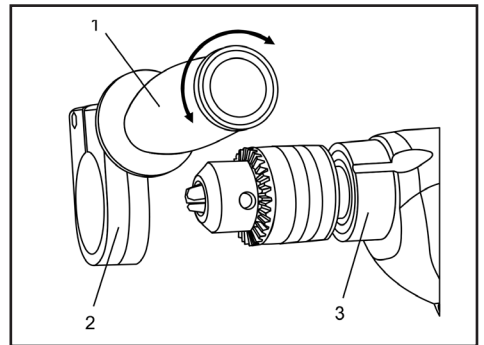

Fig.6
Instale el mango auxiliar (1) para el funcionamiento con dos manos en la broca (Fig.6)' Esto es particularmente importante para perforación en hormigón.
1. Gire el mango auxiliar en sentido antihorario para abrir el collarín de montaje (2).
2. Deslice el collar de la manija auxiliar sobre el mandril y completamente sobre la carcasa del taladro (3).